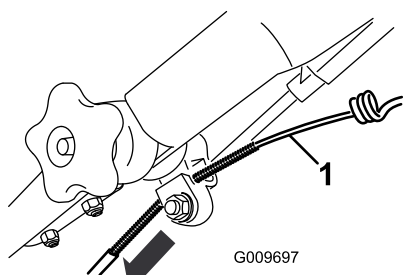

Figure 48
3. Tirez la gaine du câble vers le bas jusqu'à ce qu'il n'y ait plus de mou dans le câble exposé (Figure 48).